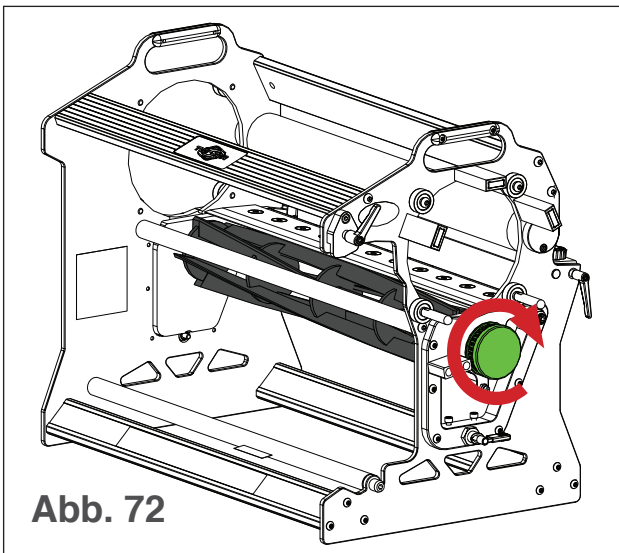

Abb. 72
3. Drehen Sie die Blattscheibe manuell (siehe Abb. 72) und sorgen Sie für eine gleichmäßige Drehung der Spiralklinge.